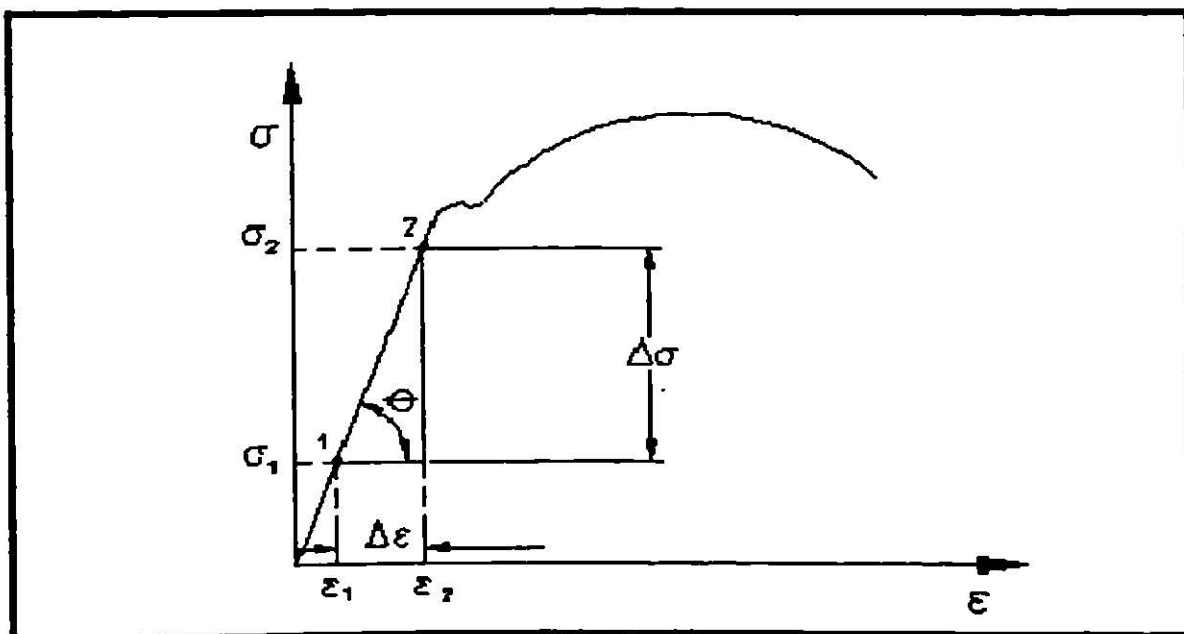

Figura 3.5 Obtención de la rigidez
Se mide : a través de la obtención del módulo de elasticidad para carga axial (E) y representa la tangente de la pendiente en la gráfica esfuerzo vs. deformación, este módulo se puede obtener considerando dos puntos sobre la pendiente y realizando un triángulo como se muestra en la figura 3.5.